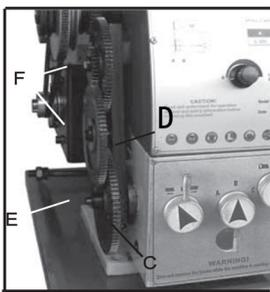

图23
4. 摆动挂轮支架(①, 图23)，使挂轮脱离主轴上的齿轮。
5. 拧下纵向丝杠上的螺母(E，图23)或螺母(F图19)，按顺序卸下挂轮。